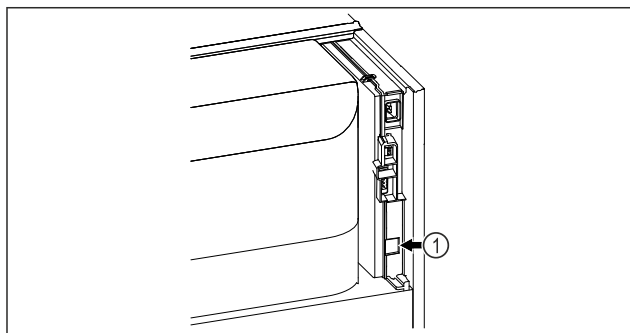

Fig. 125
- Vstavljen je SmartModule Fig. 125 (1).